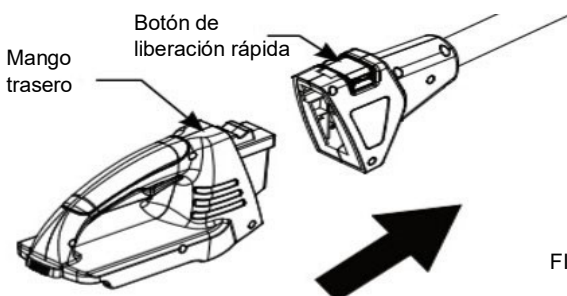

FIG. 3
3. Inserte el mango trasero en el extremo del mango telescópico. (Fig. 3) Presione el botón de liberación rápida. Cerciórese de